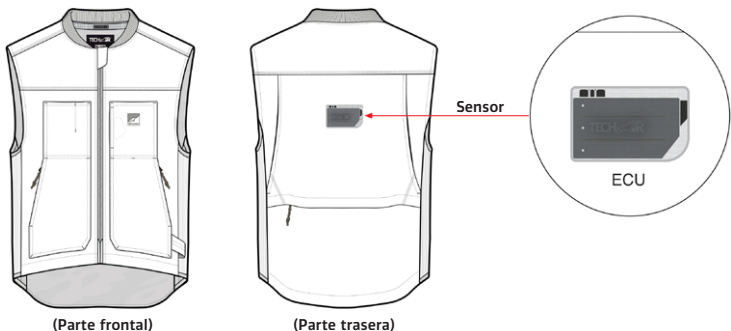

Figura 1: Ubicación de los sensores
El sistema consta de un chaleco con una unidad de control electrónico del airbag integrada (con sensores incorporados) y una pantalla LED (2) (figura 1). La unidad de control electrónico del airbag contiene un acelerómetro triaxial y un giroscopio triaxial (también denominados grupo de sensores). Estos sensores controlan el cuerpo del usuario para detectar golpes o movimientos inesperados. En caso de que el cuerpo del usuario reciba una cantidad de energía elevada o repentina, el sistema se activará. Esto puede ocurrir cuando la motocicleta se ve implicada en un accidente, como cuando la motocicleta colisiona con otro vehículo o con un obstáculo, cuando el conductor pierde el control o cuando el conductor se cae de la motocicleta.